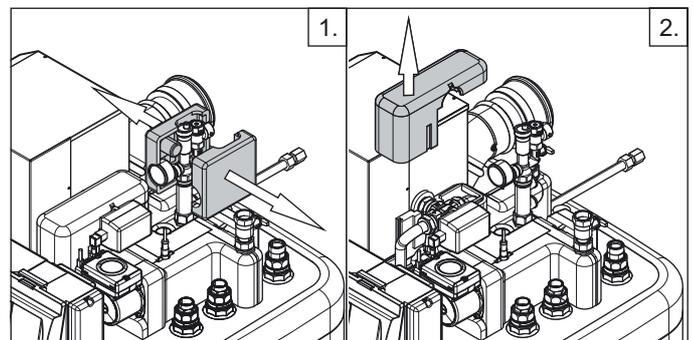

Bild 6-5 Wärmedämmungen ausbauen - 1.+ 2.
2. Wärmedämmungen und Ventilantrieb 3UV DHW ausbauen (Bild 6-5 bis Bild 6-7).